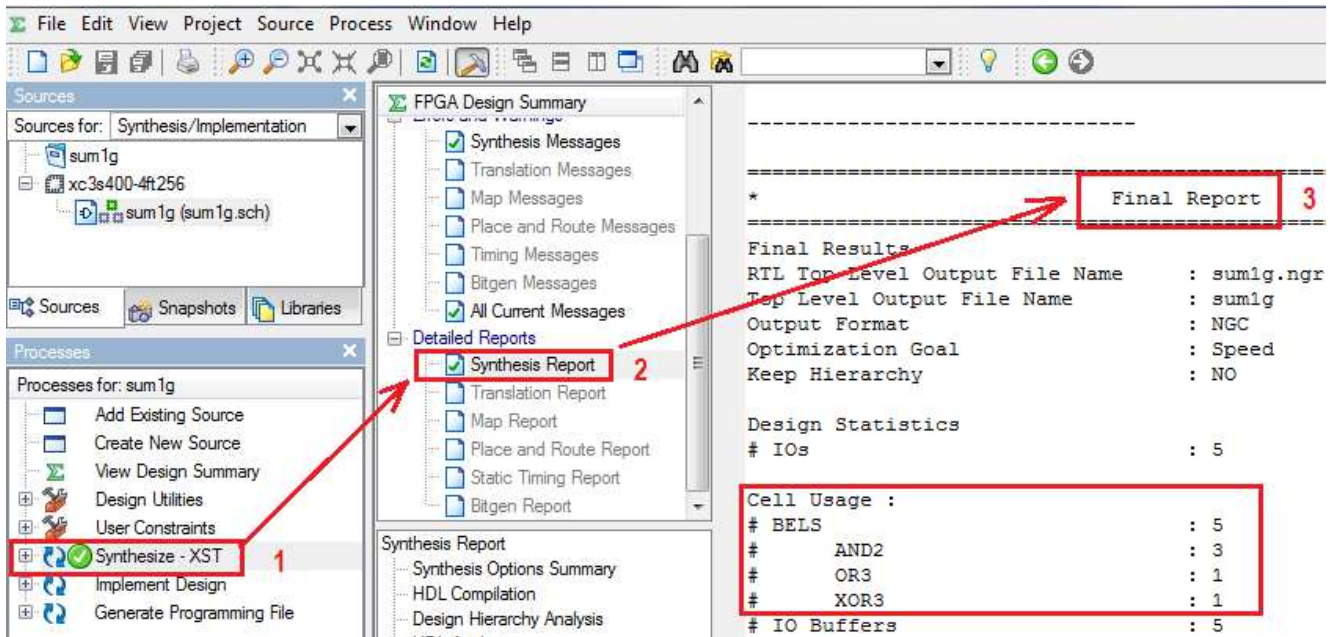
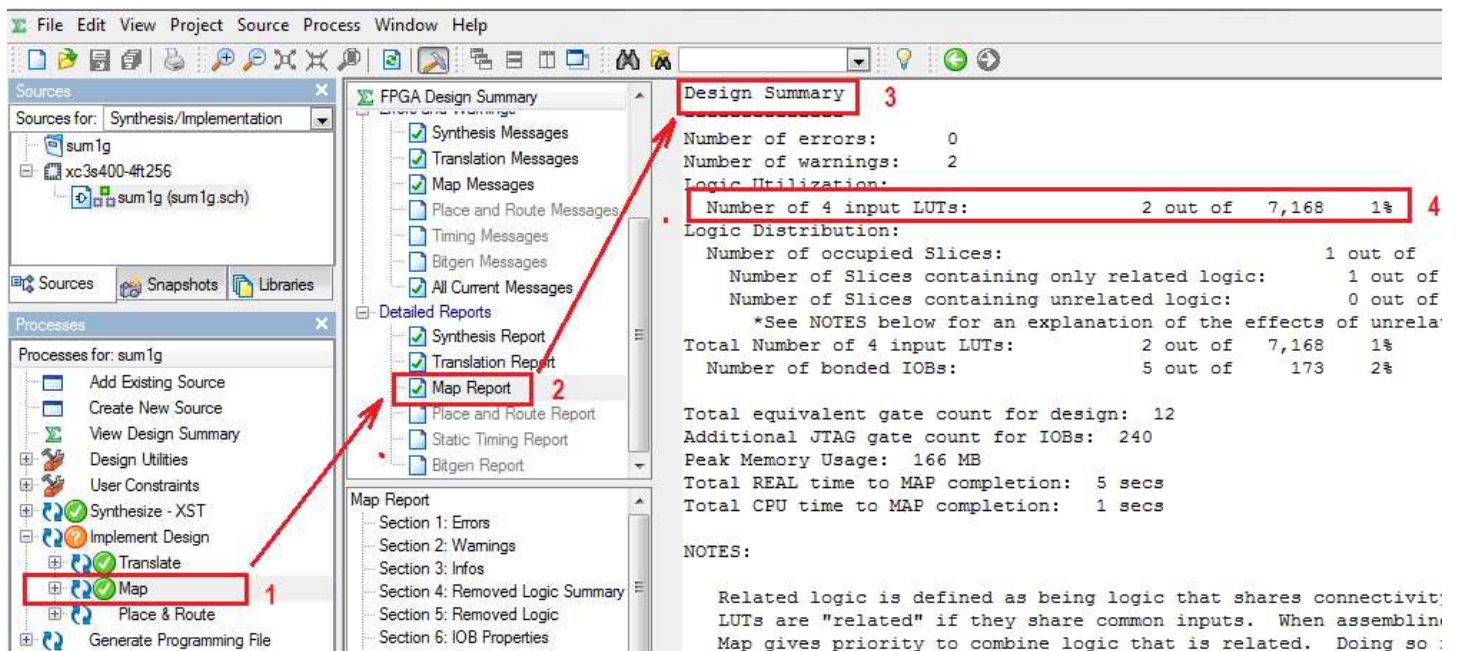

figura 23
figura 24
Pentru a sintetiza sumatorul faceți dublu clic pe procesul **Synthesize**, conform marcajului 1 din figura 23. Sinteza, sau orice alt proces, se mai poate executa făcând clic dreapta pe numele procesului. Va apare un meniu din care se va alege opțiunea **Run**.
În continuare se vizualizează raportul de sinteză. Pentru această se selectează **Syntesis Report** din secțiunea **FPGA Design Summary** (vezi marcajul 2 în figura 23). Derulați raportul de sinteză până ajungeți la secțiunea **Final Report**. Din raport rezultă că implementarea necesită o poartă XOR3, o poarta OR3 și 3 porți AND2. Utilizarea resurselor este conform schemei, ceea ce era de așteptat.
3. **Map** – Mapare. În această fază se trece de la BELs la elementele fizice reale. Aici BEL-rile sunt mapate în LUT-uri și bistabile. **Pentru a vedea consumul real de resurse trebuie parcurs raportul de mapare.** Pentru a obține consumul de resurse se parcurg pașii 1, 2, 3 și 4 din figura 24.
În continuare se vizualizează raportul de mapare (marcaj roșu 2 în figura 24). Pentru această se selectează **Map Report** și se caută secțiunea **Design Summary**. Din raport rezultă că implementare se face doar cu două LUT-uri.
Dacă ați obținut rapoartele din figura 23 și figura 24 chemați profesorul!